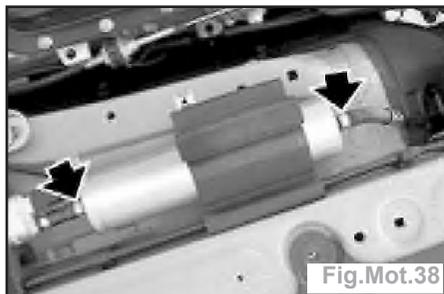

Fig.Mot.38
- Détacher les colliers (flèches) (Fig.Mot.38).
- (1) Conduite de pression cylindres 1 et 3
- (2) Conduite de pression cylindres 2 et 4
- (3) Injecteurs
- (4) Accumulateur haute pression
- (5) Capteur de pression